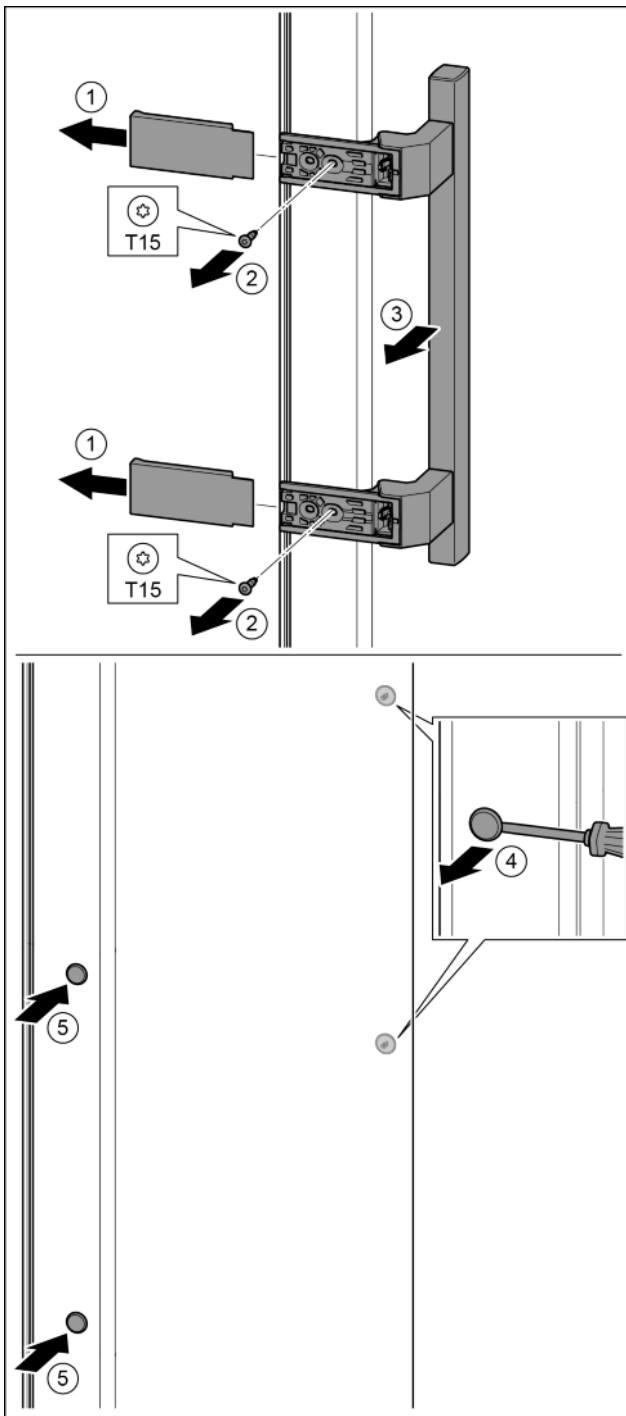

Fig. 38
- ▶ Afdekking eraf trekken. *Fig. 38 (1)*
- ▶ Schroeven met schroevendraaier T15 eruit draaien. *Fig. 38 (2)*
- ▶ Greep eraf halen. *Fig. 38 (3)*
- ▶ Zijdelingse stop voorzichtig met een sleufschroevendraaier optillen en eruit trekken. *Fig. 38 (4)*
- ▶ Stop op de andere kant weer aanbrengen. *Fig. 38 (5)*